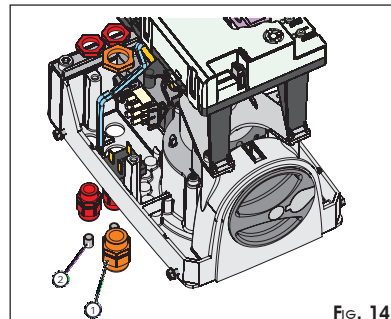

Fig. 14
① Monteer alledrie de bijgeleverde kabelklemmen met behulp van de speciale bevestigingsmoeren (Fig.14).
- De grootste kabelklem (Fig.14 ref. ①) moet altijd worden gebruikt.
- Als de andere twee kabelklemmen niet worden gebruikt, moeten ze worden gesloten met behulp van de twee speciale bijgeleverde doppen (Fig.14 ref. ②). Zet de kunststof dop in de doorgang voor de kabel, en sluit de kabelklem tot hij vastzit.